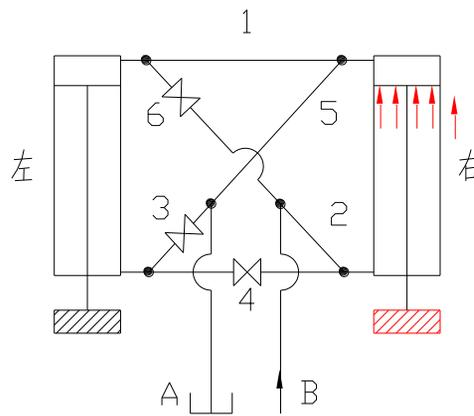

图 1-3-4
- 6、 重新启机按“砵活塞退出”即可使右边砵活塞也退回水箱，而左边砵活塞也被固定住，如图 1-3-4 所示（低压低开，即 1、2 开启，5 连通，视为短路）。